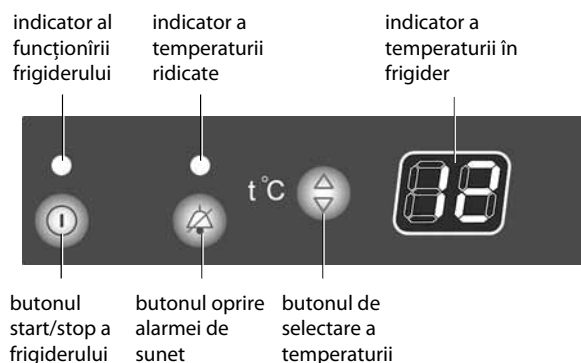

Figura 3
2.1.1 Ghestionați funcționarea frigiderului apăsând butoanele corespunzătoare ale unității de comandă, în conformitate cu figura 3.
2.1.2 Indicatoarele LED așa cum se arată în Figura 3 indica lucrul/oprirea frigiderului, temperatura majorată în cameră, indicatorul numeric indică temperatura selectată.
2.2.1 Porniți frigiderul apăsând butonul  așa cum se arată în figura 3 - se va aprinde indicatorul funcționării frigiderului și începe să clipească litera «H» pe indicatorul numeric de temperatură.
2.3.1 Setarea temperaturii se produce prin apăsarea butonului  în conformitate cu figura 3. Pe display-ul digital al temperaturii va începe a clipi indicația temperaturii în grade Celsius. După apăsarea repetată a butonului  valoarea numerică a indicatorului crește pînă la valoarea maximă, și apoi se resetează la valoarea cea mai mică.
2.4.1 Dacă ușa frigiderului este deschisă mai mult de 60 de secunde, se va aude semnalul audio. Soneria se va opri după închiderea ușii, apăsarea butonului  (cu ușa deschisă), așa cum se arată în figura 3, sau când opriți frigiderul.